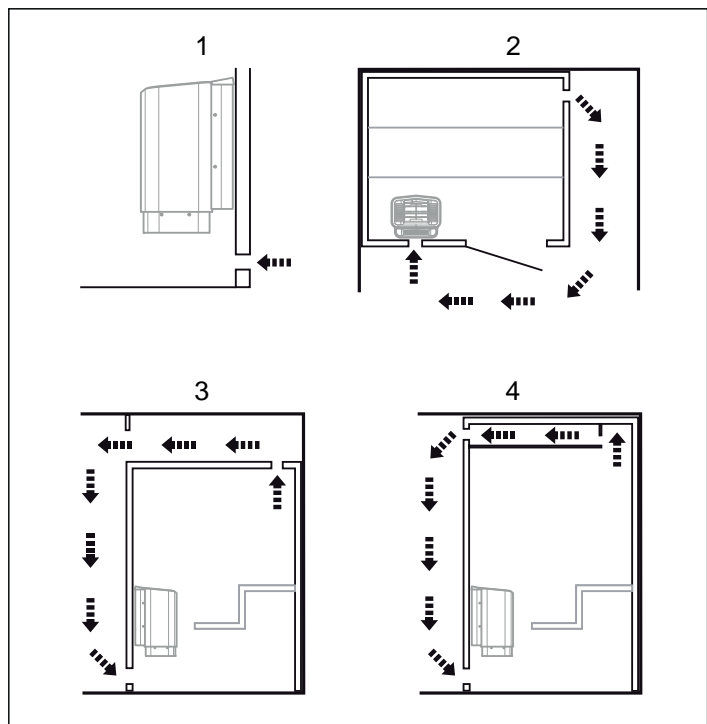

Fig 7: In- och utluftsventilens placering
- med maximalt avstånd till inluftsventilen, t.ex. i diagonal (se Fig 7).
- högt på väggen eller i taket (se Fig 7).